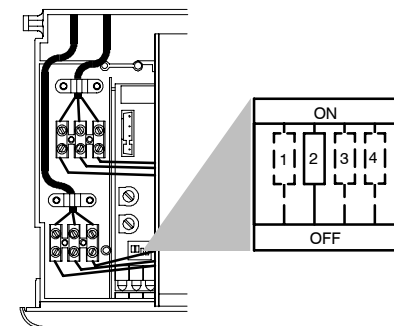

fig. 8.3
- Posizionare il micro selettore "2" fig. 8.3 in OFF per il gas Butano e Propano, in ON per il gas Metano.